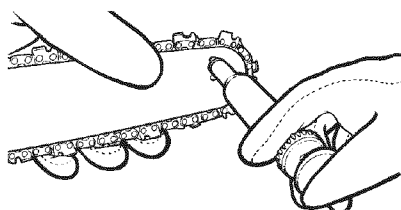

Fig. 50
2. Inserte la punta de la pistola de lubricación (no se incluye) en el agujero de lubricación e inyecte grasa hasta que la misma salga por el borde exterior de la punta del piñón de la barra guía (Fig. 50).